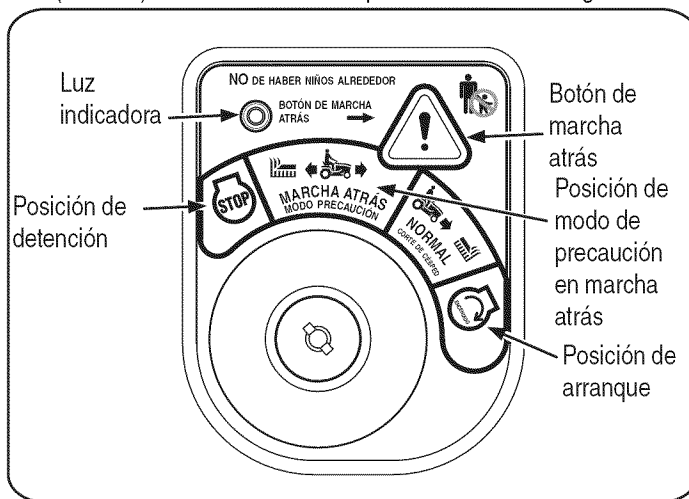

Figura 4
2. Gire la llave desde la posición de PODA NORMAL (verde) hasta la posición de MODO DE PRECAUCIÓN EN MARCHA ATRÁS (amarillo) del módulo del interruptor de llave. Vea la Figura 4.
3. Presione el **BOTÓN DE MARCHA ATRÁS** (botón triangular de color naranja) en la esquina superior derecha del módulo del interruptor de llave. La luz indicadora roja en la esquina superior izquierda del módulo del interruptor de llave se mantiene encendida (ON) mientras esté activado. Vea la Figura 4.